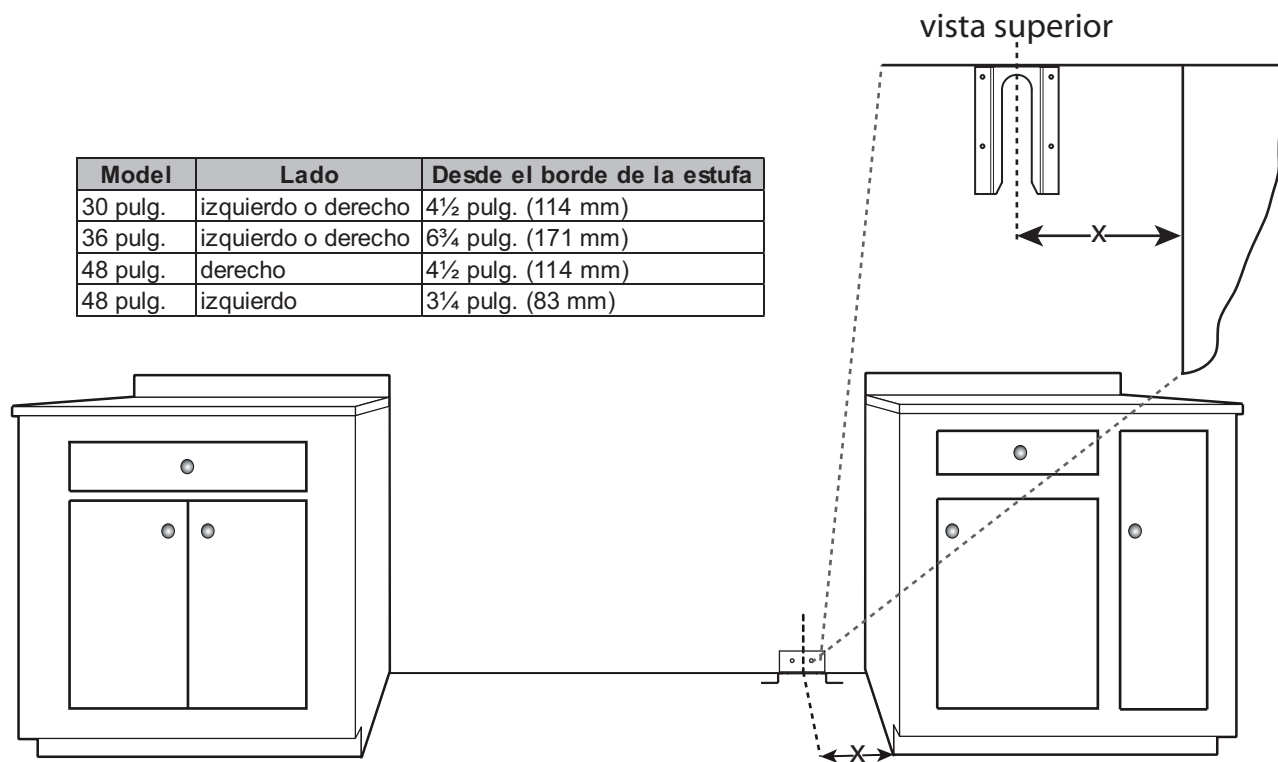

Figura 8: Colocación del dispositivo antivolcadura
1. Coloque el soporte sobre el piso en la posición indicada en la *Figura 8*.
2. Fíjelo al suelo y a un travesaño con los (4) tornillos estrella de 1,5 pulg. (38 mm) proporcionados.